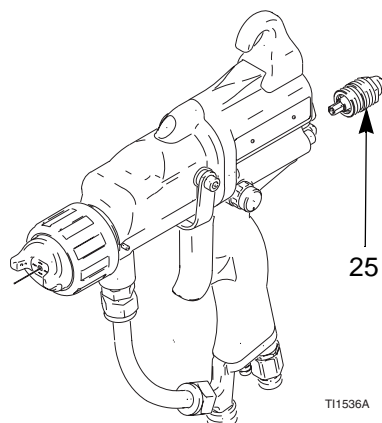

Fig. 17. Valvola di regolazione del fluido
2. Rimuovere la valvola di regolazione del fluido (25). Questa può essere sostituita come gruppo completo. Vedere FIG. 17.
3. Avvitare la valvola (25) nell'impugnatura della pistola. Serrare fino a 1,7–2,8 N.m.